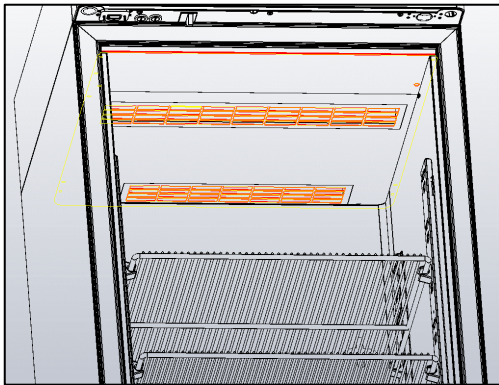
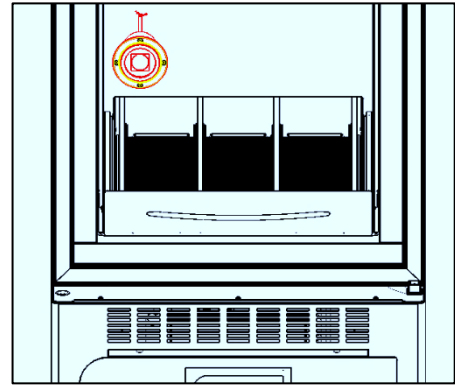

Figura 15 – bocchette di aerazione nella parte superiore del vano
Figura 16 – posizione valvola di equalizzazione
- ✓ Non ostruire le bocchette di areazione (figura 15) e le valvole di equalizzazione (figura 16) presenti sui modelli Superartic